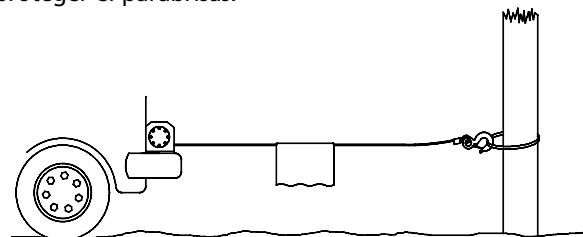

Fig. 6
2. Cuando tire de una carga, ponga una manta, abrigo o lona sobre el cable de alambre cerca el extremo del gancho (vea la Fig. 6). Esto reducirá el latigazo de un cable de alambre roto y ayudará a evitar lesiones graves. Levante la tapa del motor para proteger el parabrisas.